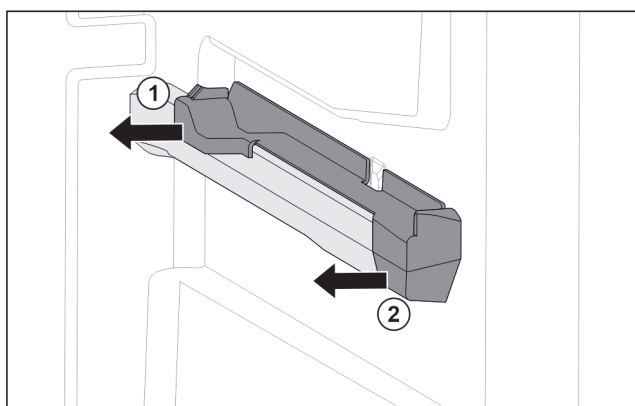

Fig. 75 Tillsats på den högra behållarens galler
- Dra bort tillsats i bak i sidled. Fig. 75 (1)
- Dra bort tillsats i fram i sidled. Fig. 75 (2)